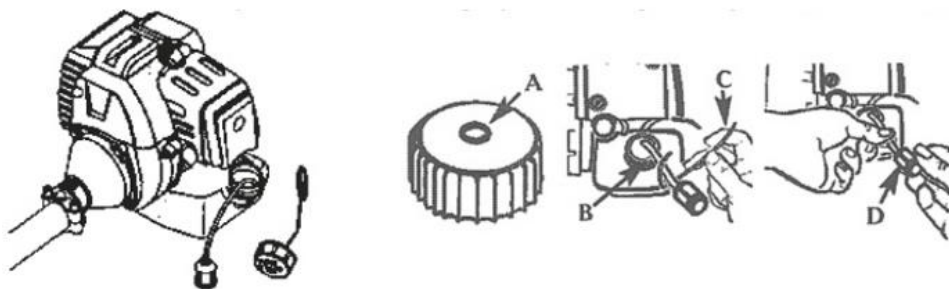

Рис.11
ПРИМЕЧАНИЕ: Содержите вентиляционные отверстие (А) на крышке топливного бака чистым и свободным от мусора (Рис.11).
1. Вытащите топливопровод и фильтр (В) из бака. Для этого хорошо подходит стальная проволока (С) с крючком или скрепка для бумаги (Рис.11).
2. Снимите фильтр крутящим движением (Рис.11).
3. Замените топливный фильтр (D) (Рис.11).